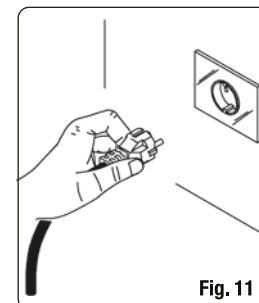
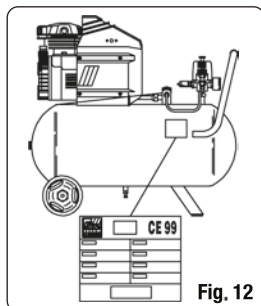

Fig. 11
Fig. 12
LOS COMPRESORES MONOFÁSICOS se suministran dotados de cable eléctrico y enchufe de corriente bipolar + tierra. Es importante conectar el compresor a una toma de corriente provista de conexión a tierra (fig. 11).
Controlar que la tensión de red corresponda a la indicada en la placa de datos eléctricos (fig. 12), el campo de tolerancia admitido debe oscilar dentro del $\pm 5\%$. Girar o presionar, de acuerdo con el tipo de presostato montado en la máquina, el botón colocado en la parte superior a la posición "0". Conectar el enchufe en la toma de corriente (fig. 11) y poner en función el compresor llevando el botón del presostato a la posición "I" (ON). El funcionamiento del compresor es completamente automático, mandado por el presostato que interrumpe su
- Que la tensión o voltaje de red corresponda a las características nominales (fig. 12).